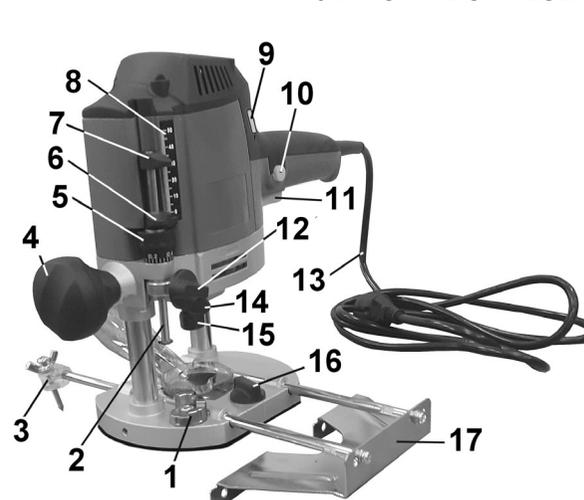

Рис.2
8.1. Сборка и установка параллельного упора, Рис.2 - 3.
Как показано на рис.2;3, соберите параллельный упор (17). При необходимости штанги (25) параллельного упора (17) установите в специальные отверстия на основании (23) с левой или правой стороны. Положение параллельного упора (17) закрепите фиксатором (16).
9.2. Включение (Рис. 2;3)
9.3. Фрезерование (Рис. 2)